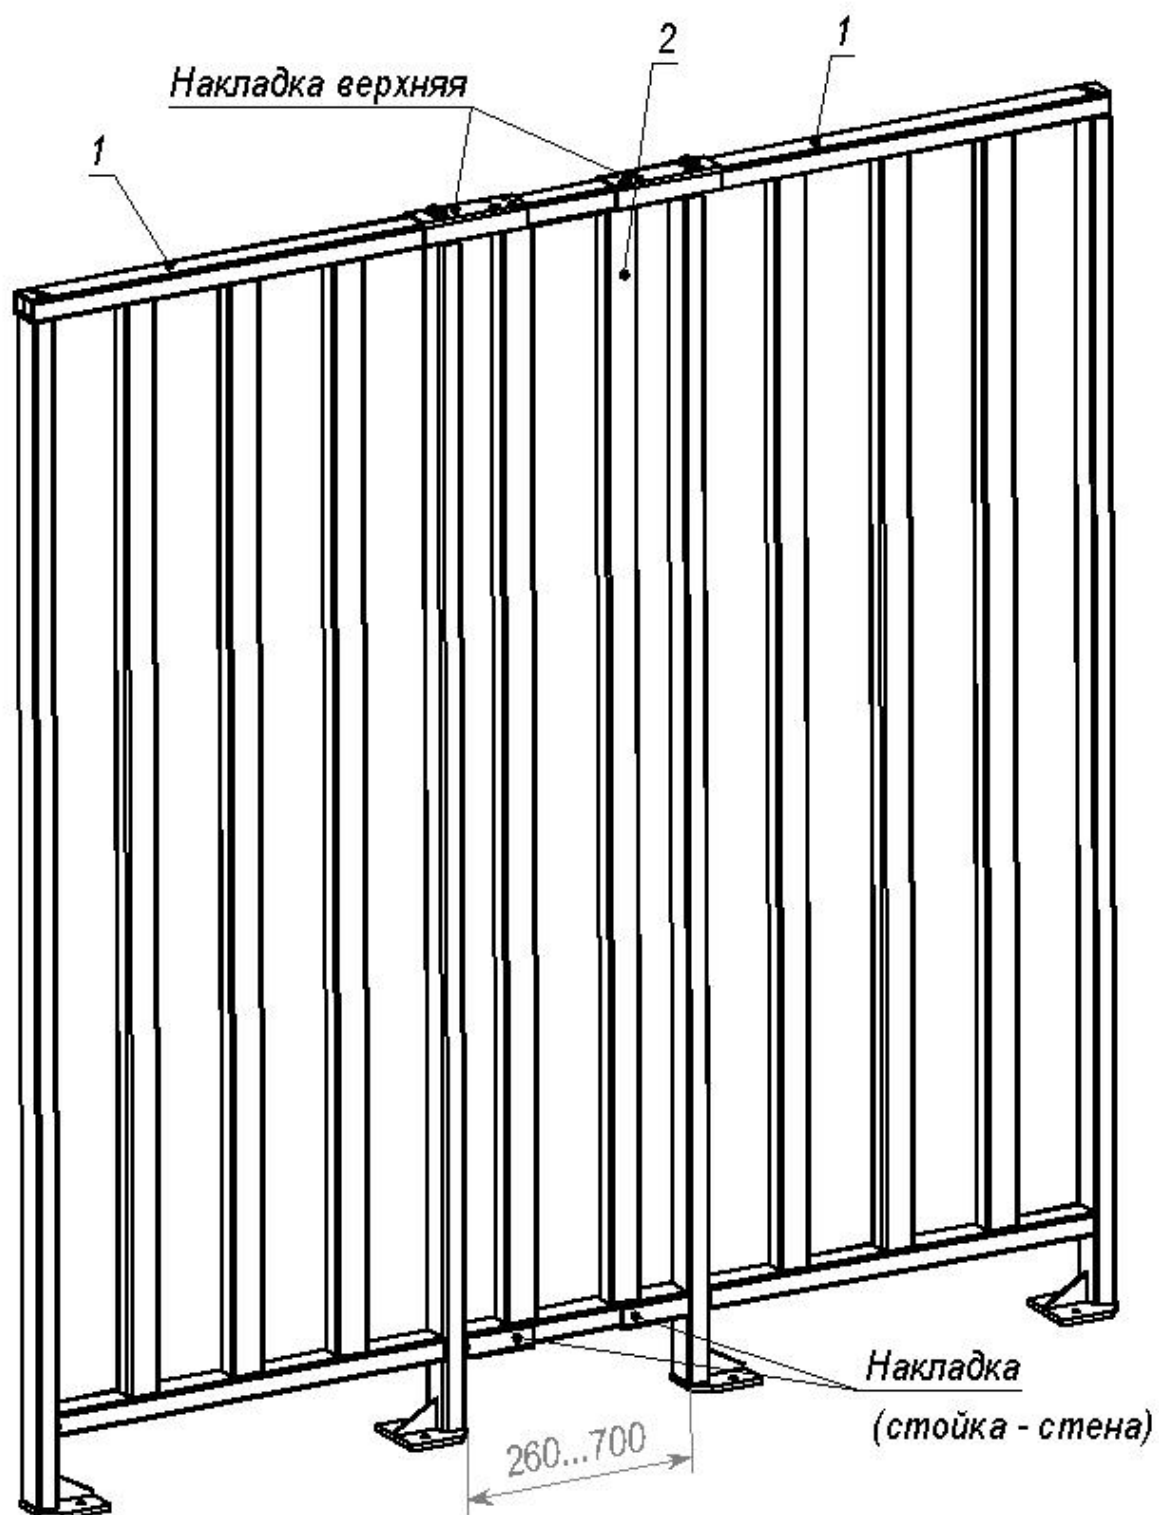

Рисунок 2 – Вариант использования ограждения:
5.2.3 В общем случае использования ограждения необходимое количество его основных и дополнительных секций соединяют друг с другом, а также с турникетом и его крышей, с калиткой и со стеной с помощью соответствующих накладок и кронштейнов (см. п. 4.2.2 и рисунок 2).
**Примечание** – При необходимости допускается уменьшение длины дополнительной секции до 260 мм (см. рисунок 2).
8.2.7 К стыкам секций приложите соответствующие накладки (рисунок 2) и через имеющиеся в накладках отверстия разметьте по месту отверстия  $\varnothing 3,5$  мм для саморезов\*.